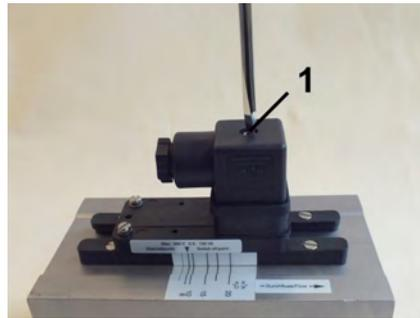

Abb. 22: Steckerdose lösen
- Befestigungsschraube (Abb. 22/1) von der Steckerdose lösen
9.  Steckerdose auf Gerätestecker stecken und Befestigungsschraube (Abb. 22/1) anziehen